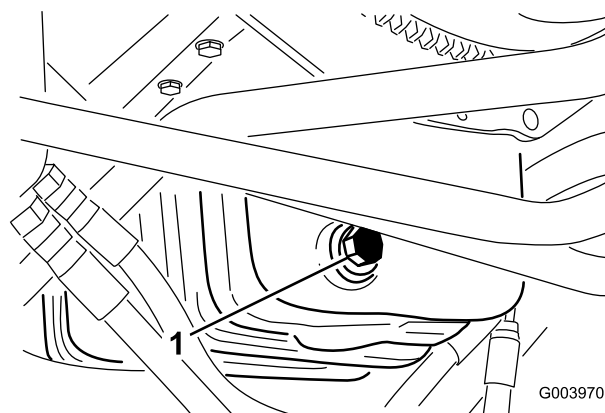

Figura 52
1. Retire o tampão de escoamento (Figura 52) e deixe o óleo escorrer para um recipiente adequado.